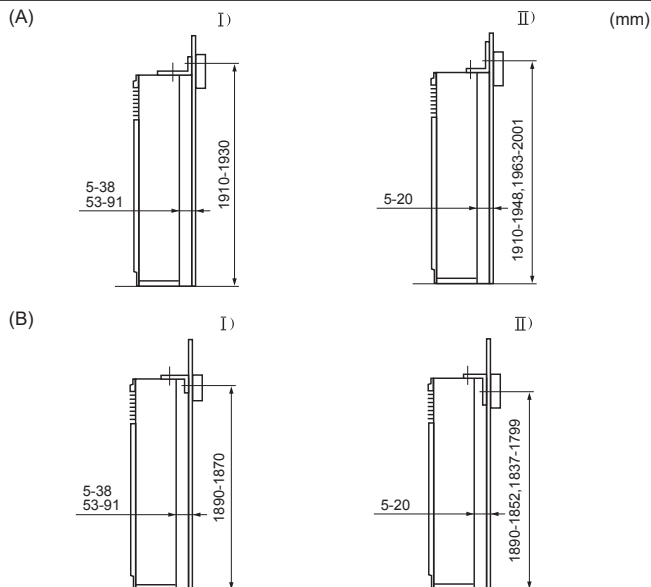

Abb. 3-3
Die Klammer, die das Umkippen verhindert (1), ist auf der Oberseite der Anlage angebracht. Die Blechschauben (2) entfernen und die Klammer wie in der Abbildung dargestellt wieder anbringen. Angaben über richtige Einbauabstände siehe Abb. 3-3.
- (D) Schraube
3.3. Montage der Klammer, die das Umkippen verhindert (Abb. 3-3)